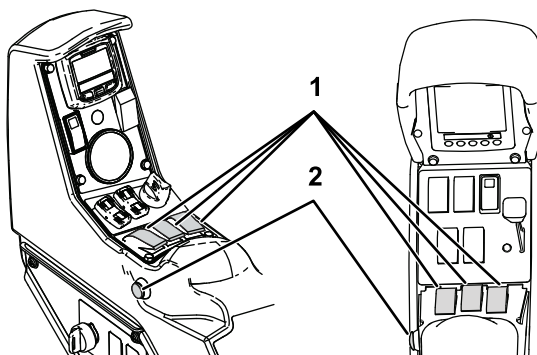

图 16
8. 要开始打药将主开关按至开启位置图 16。
9. 将喷洒段开关位于座椅中间按至开启位置图 16。
8. 要开始打药将喷洒段开关位于座椅中间按至开启位置 图 16。